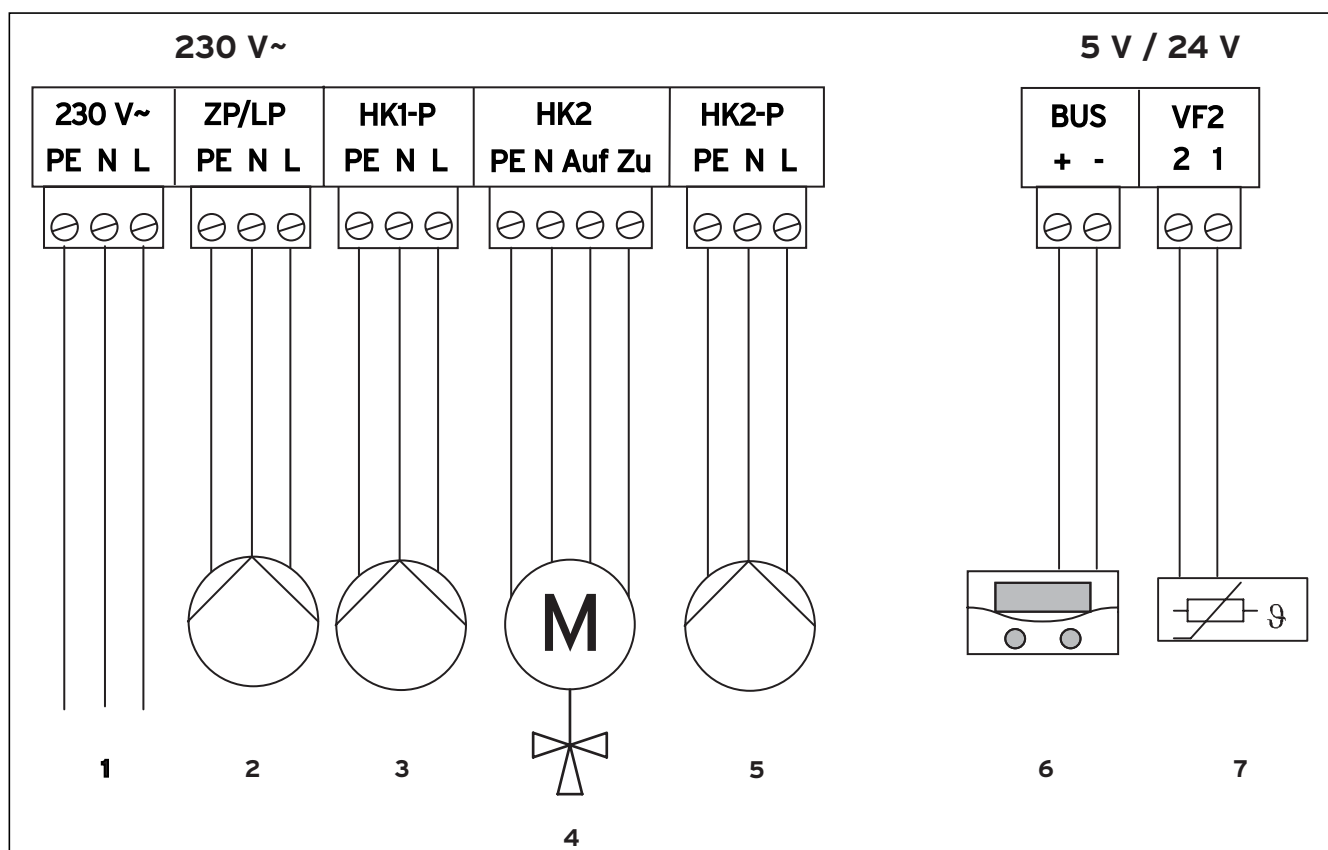

Fig. 6.2 Impiego dei morsetti del modulo di miscelazione VR 61
- ⇒ Eseguire il collegamento del modulo di miscelazione come illustrato nella fig. 6.2.